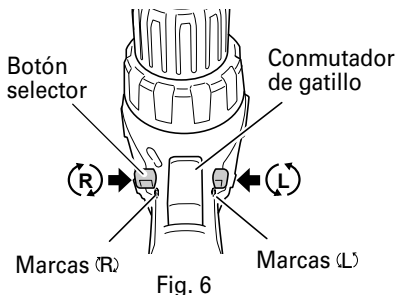

Fig. 6
La broca rota hacia la derecha (mirándola desde atrás) al oprimir el lado R (der.) de inversión. El lado L (izq.) se usa para hacer girar la broca a la izquierda (Vea las Fig. 6). (Las marcas (L) y (R) están en el cuerpo del taladro.)